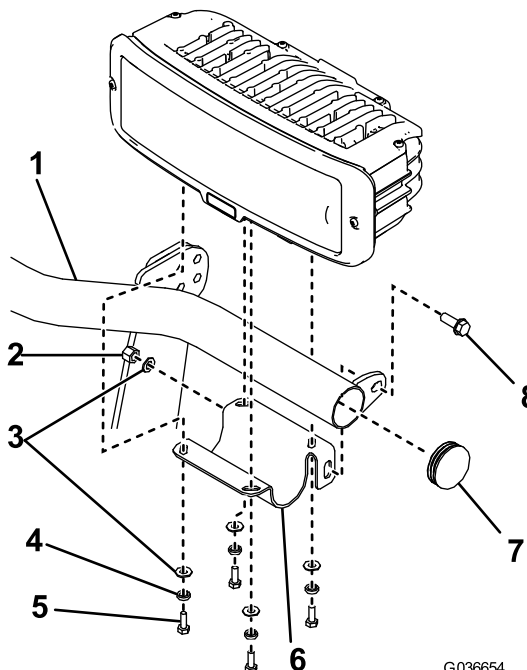

Bild 11
2. Stellen Sie sicher, dass die Endkappen an den Enden der Scheinwerferleiste angebracht sind (Bild 11).
3. Befestigen Sie die linke Scheinwerferhalterung mit einer Bundkopfschraube ($\frac{3}{8}$ " x 1"), einer Flachscheibe und einer Nylon-Sicherungsmutter an der Scheinwerferleiste (Bild 11).
4. Befestigen Sie den linken Scheinwerfer mit zwei vier Schrauben ($\frac{1}{4}$ " x $\frac{3}{4}$ "), Federscheiben und Flachscheiben an der Scheinwerferhalterung (Bild 11).